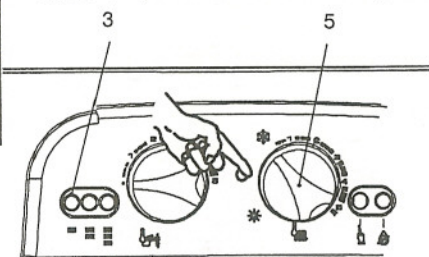

fig. 6.4
- 16 Suministrar fluido eléctrico a la caldera, accionando el interruptor bipolar; el indicador luminoso 3 en fig. 6.4 hace un breve centelleo cada 4 segundos aproximadamente.
- 17 Colocar el conmutador de función 5 igual que en la fig. 6.4